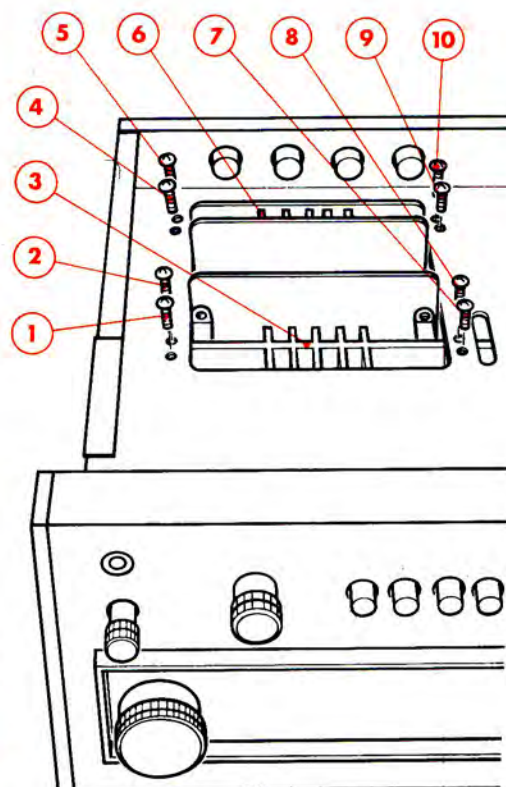
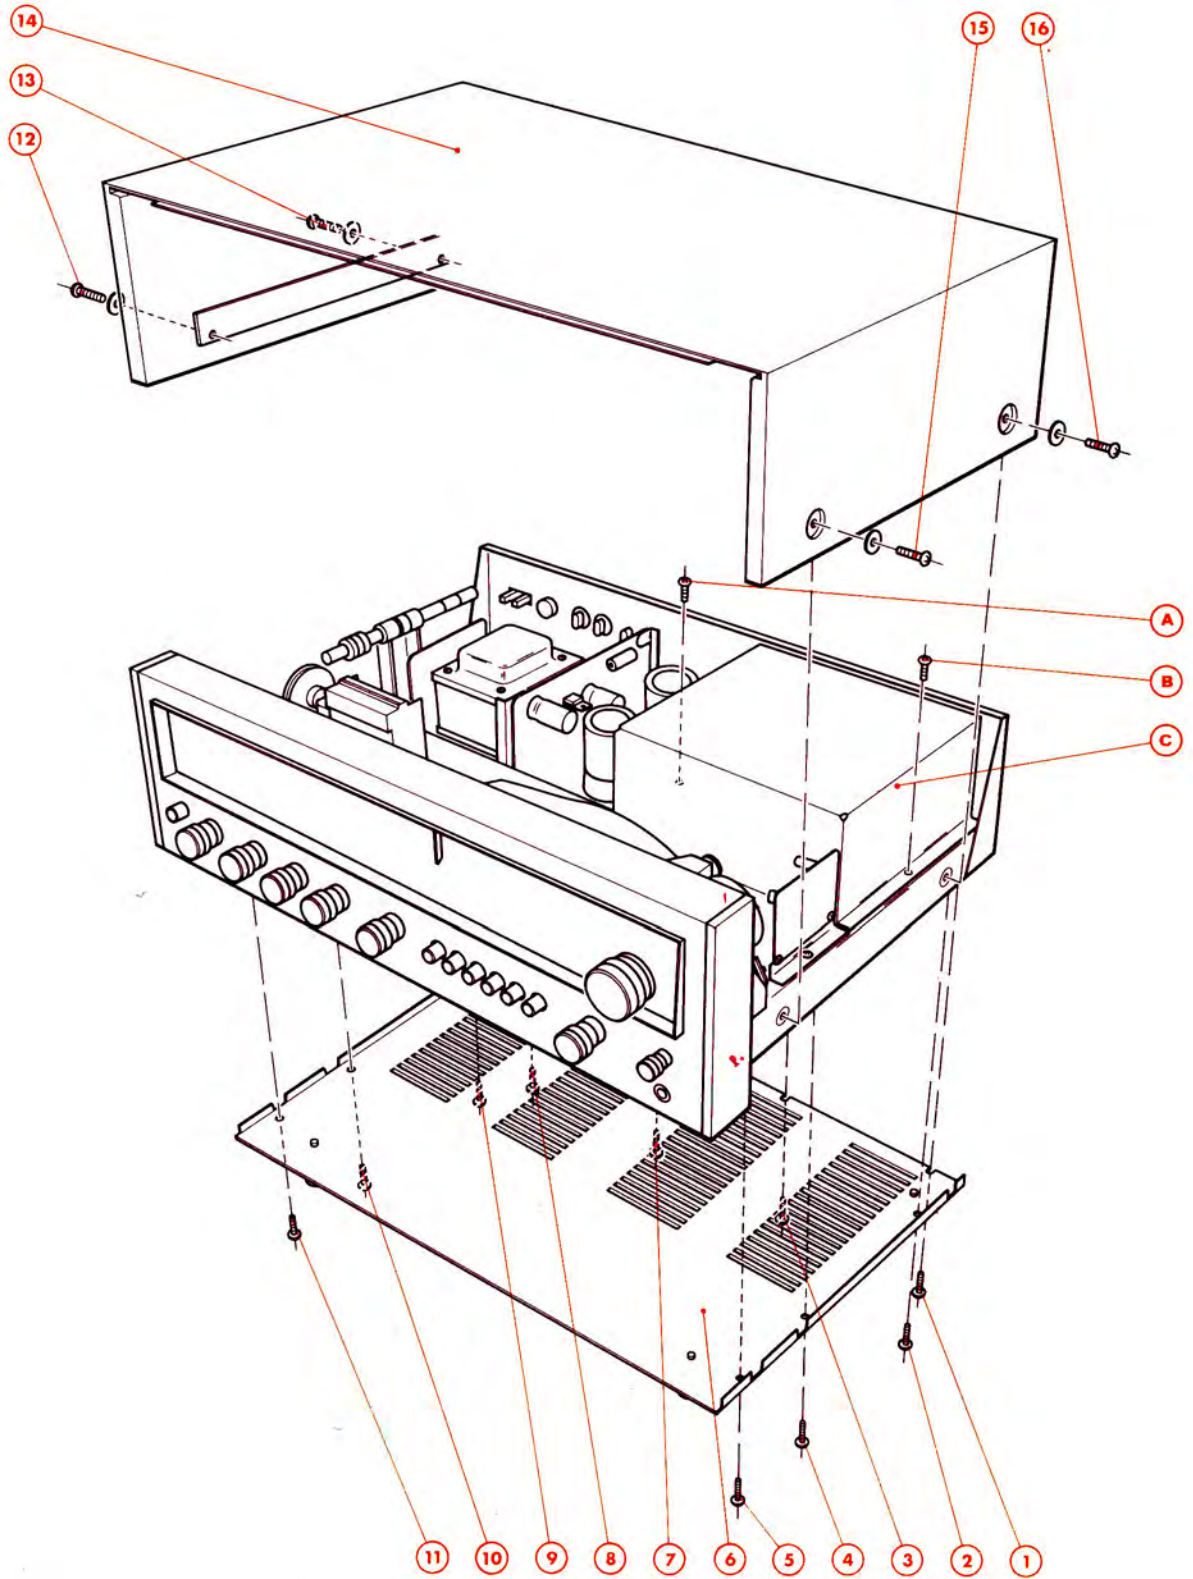

Fig. 2
Fig. 1
### A - ACCES AUX CIRCUITS IMPRIMES COTE ELEMENTS (Fig. 1)
### B - ACCES AU CABLAGE ET AUX CIRCUITS IMPRIMES COTE SOUDURES (Fig. 1)
### C - DEPOSE DES ENSEMBLES « AMPLIFICATEURS DE PUISSANCE-RADIATEUR » (Fig. 1 et Fig. 2)
- 2° - Enlever les vis (A) et (B) (voir Fig. 1).
- 3° - Retirer le blindage (C) (voir Fig. 1).
- 5° - Dessouder les fils de liaison de l'amplificateur (3) (voie gauche) ou de l'amplificateur (6) (voie droite) selon l'ensemble à démonter (Fig. 2).
- 6° - Enlever les vis (1), (2), (7) et (8) ou (4), (5), (9) et (10) selon l'ensemble à démonter (Fig. 2).